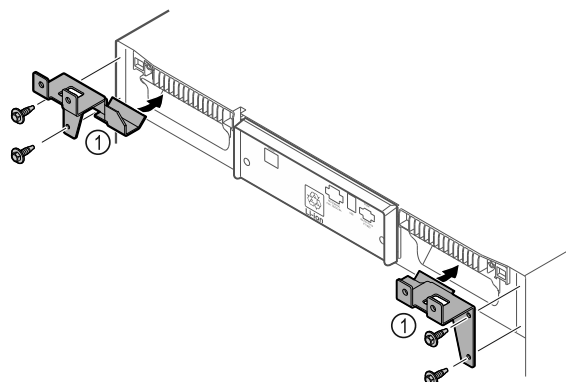

Fig. 11
- ▶ Držali Fig. 11 (1) montirajte na napravo s samoreznimi vijaki.